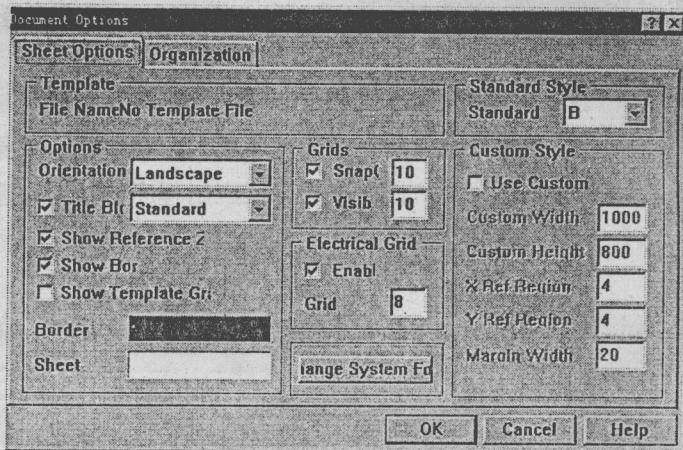

图 1-11 设置绘图图纸属性
(1) 选择菜单命令[Design][Options]会出现如图 1-11 所示的设置图纸属性对话框。